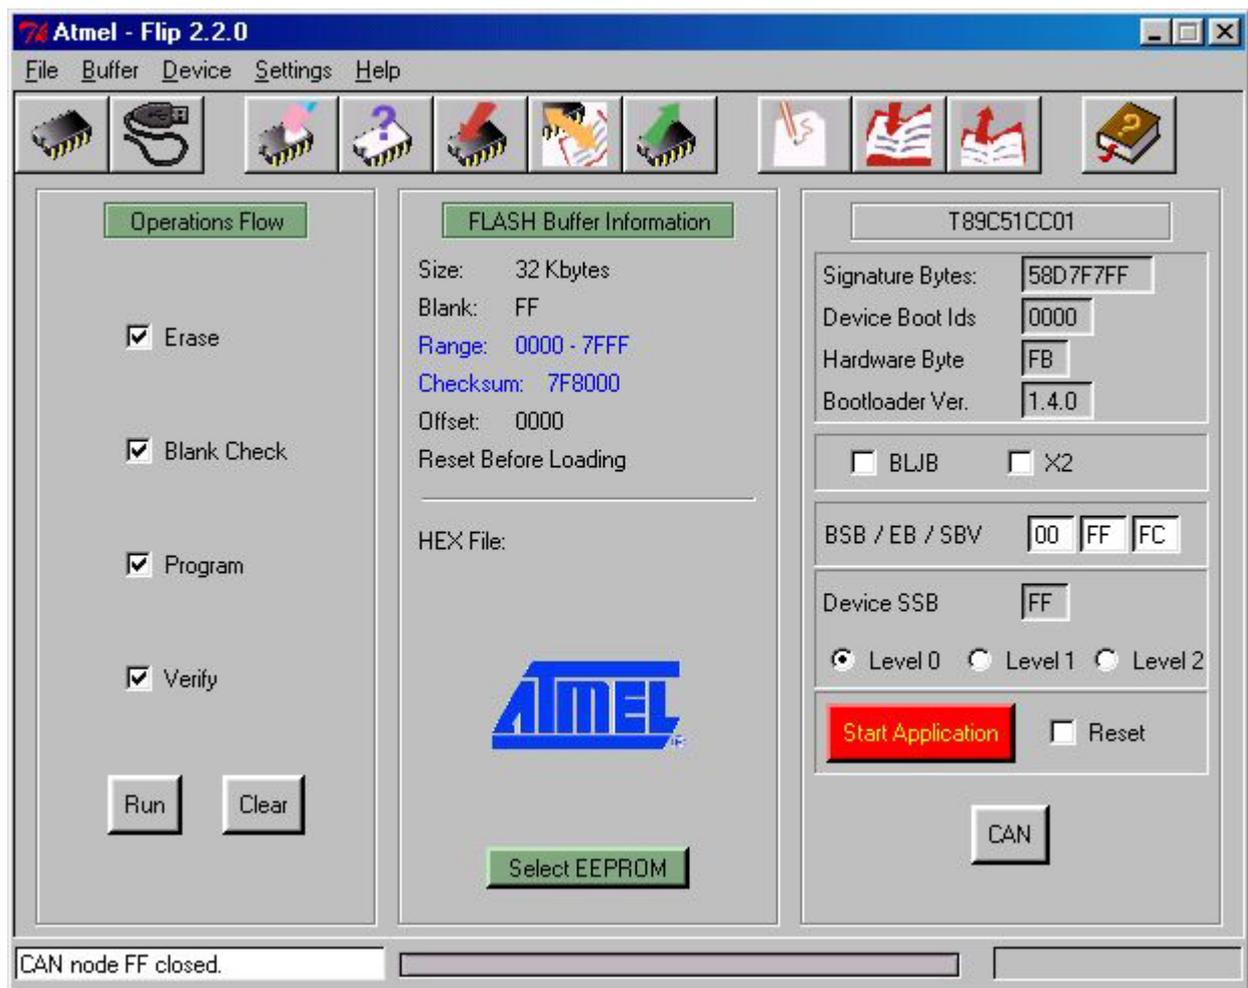

FIGURA 24: FINESTRA SETTAGGIO FLIP (3 DI 3)
- B9) Assicurarsi che nel riquadro "AT89C51CC01" le caselle di testo si popolino analogamente a come si può vedere in figura 24.